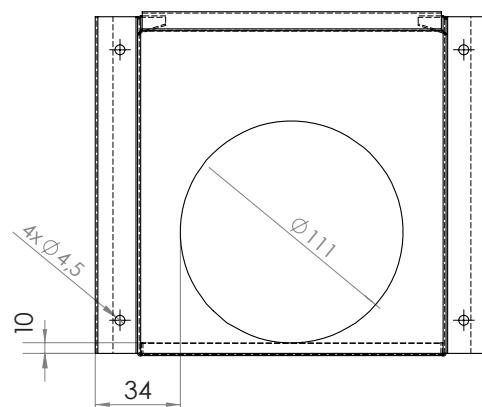

fig. 5
6. Se till att ventilkåpan monteras korrekt. Tilluftsröret ska mynna ut ca 10 mm över ventilkåpans nedre kant och vara centrerad, dvs sidokanten på ventilkåpan ska vara ca 34 mm från rörets ytterkant. Se fig. 5.